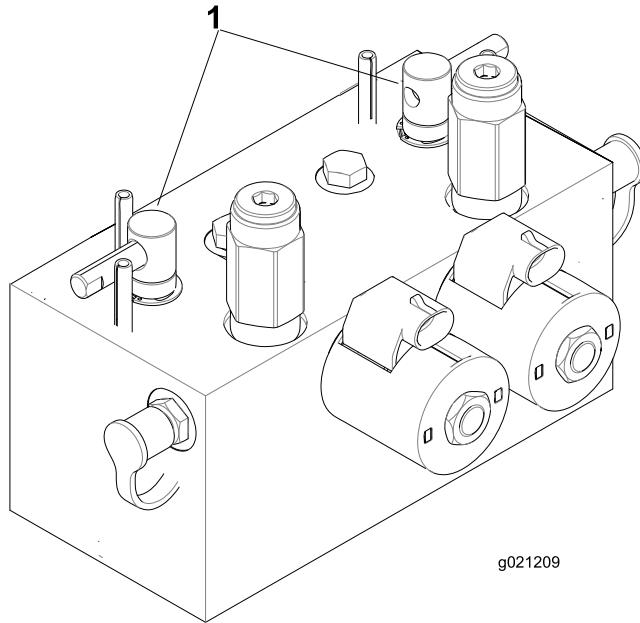

Figura 75
2. Sbloccate il sedile ed alzatelo per esporre le leve di lappatura (Figura 75).
5. Selezionate le leve di lappatura anteriore, posteriore o entrambe per stabilire gli elementi da lappare (Figura 75).